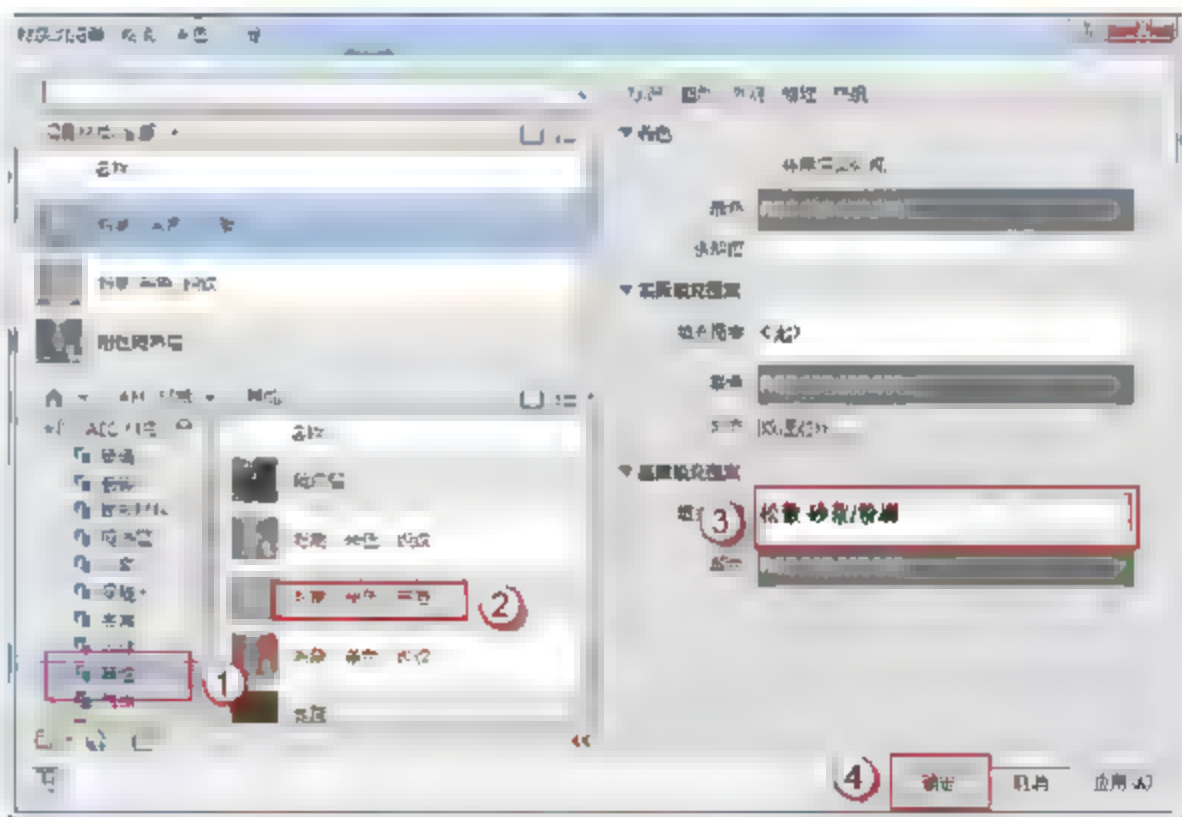

图 9.1.23 编辑“面层 2 [5]”材质
(10) 编辑“面层 2 [5]”材质。在“编辑部件”对话框中，单击“面层 2 [5]”对应的“材质”单元格右上角的“浏览”按钮，在弹出的“材质浏览器”对话框中，在“AEC 材质”下选择“其他”→“粉刷，米色，平滑”，将其填充图案改为“松散-砂浆/粉刷”，单击“确定”按钮，返回“编辑部件”对话框，如图 9.1.23 所示。然后在“编辑部件”对话框中将其对应的厚度改为“10mm”。